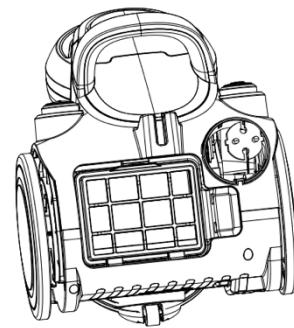

Fig.11
- 2) Como mostra na Fig.11, remova o filtro de saída de ar para a sua limpeza.